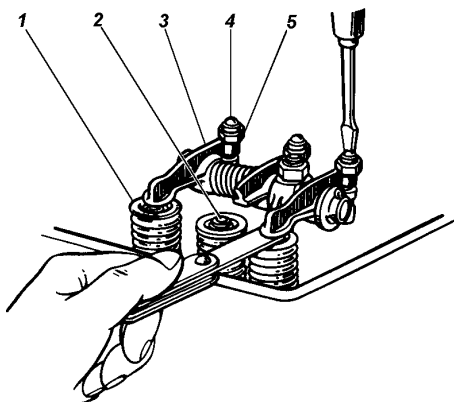

Рис. 9.3. Регулировка зазора между коромыслом и клапаном:
- установите поршень первого цилиндра по метке на шкиве-демпфере коленчатого вала (рис. 9.2) в ВМТ при такте сжатия и щупом проверьте зазор между коромыслами и 1, 2, 4, 6 клапанами. При неправильном зазоре с помощью регулировочного винта установите зазор по щупу (рис. 9.3), после чего, поддерживая отверткой регулировочный винт, затяните контргайку и проверьте правильность зазора;